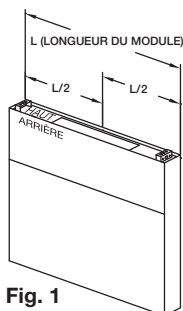

Fig. 1
2. Si le plénum d'apport arrière doit avoir une ouverture, découper l'ouverture de manière à la centrer à la moitié de la longueur ($L/2$) de l'extrémité du plénum. (Fig. 1)